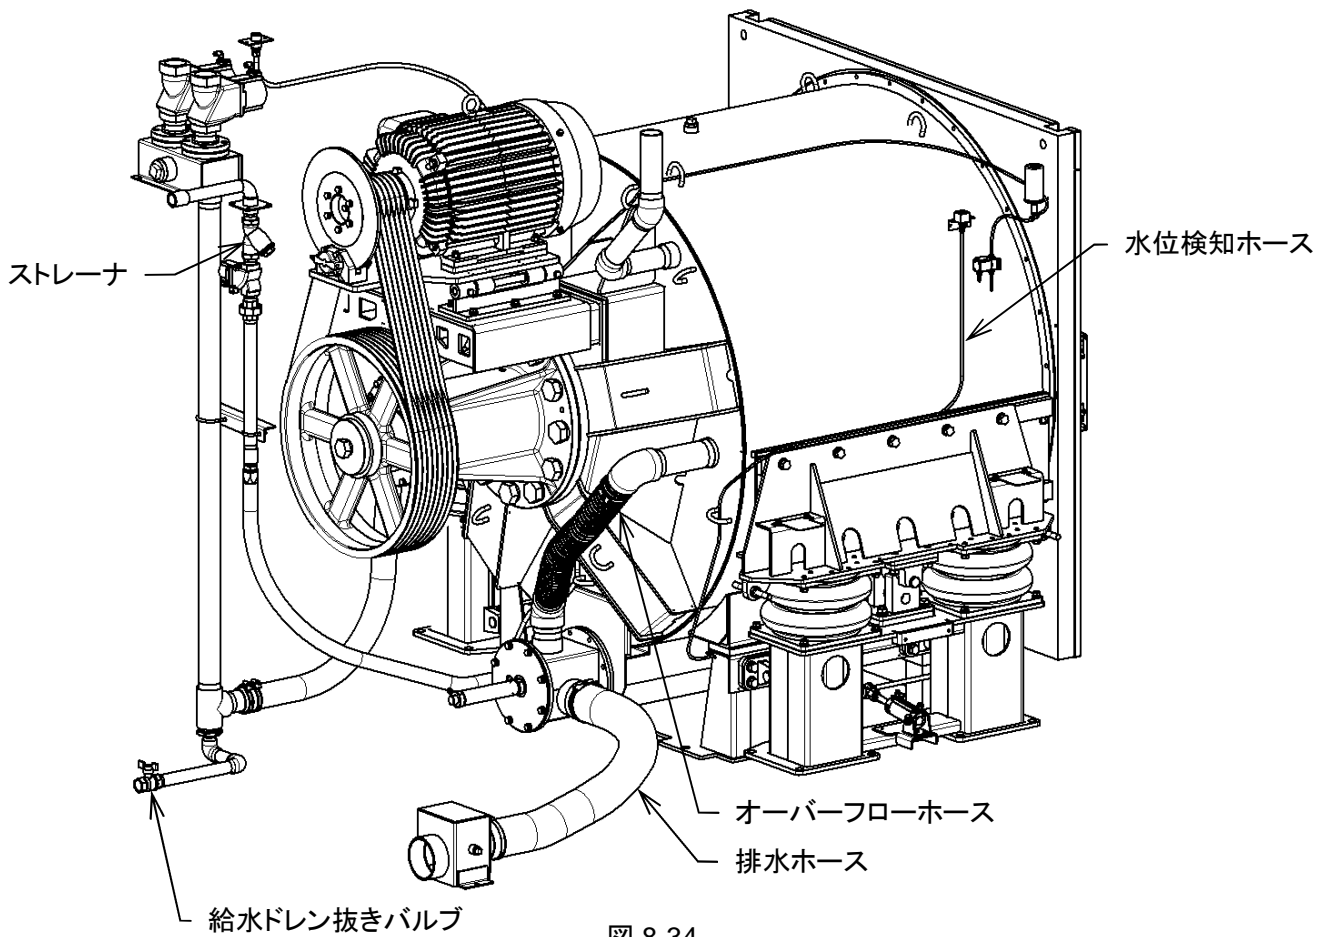

図 8-34
- ・ 水、蒸気に含まれる異物を除去し、給水弁、蒸気弁を保護します。(図 8-34)